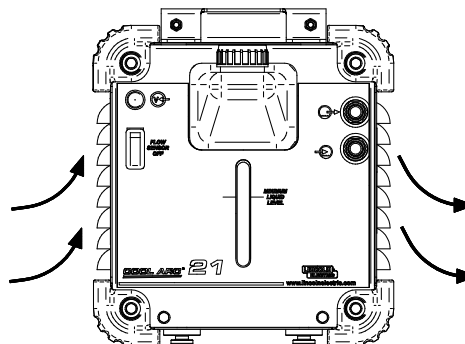

Рис. 4.
9. **Вентиляционные отверстия:** Обеспечивают необходимую циркуляцию при воздушном охлаждении (Рисунок 4).